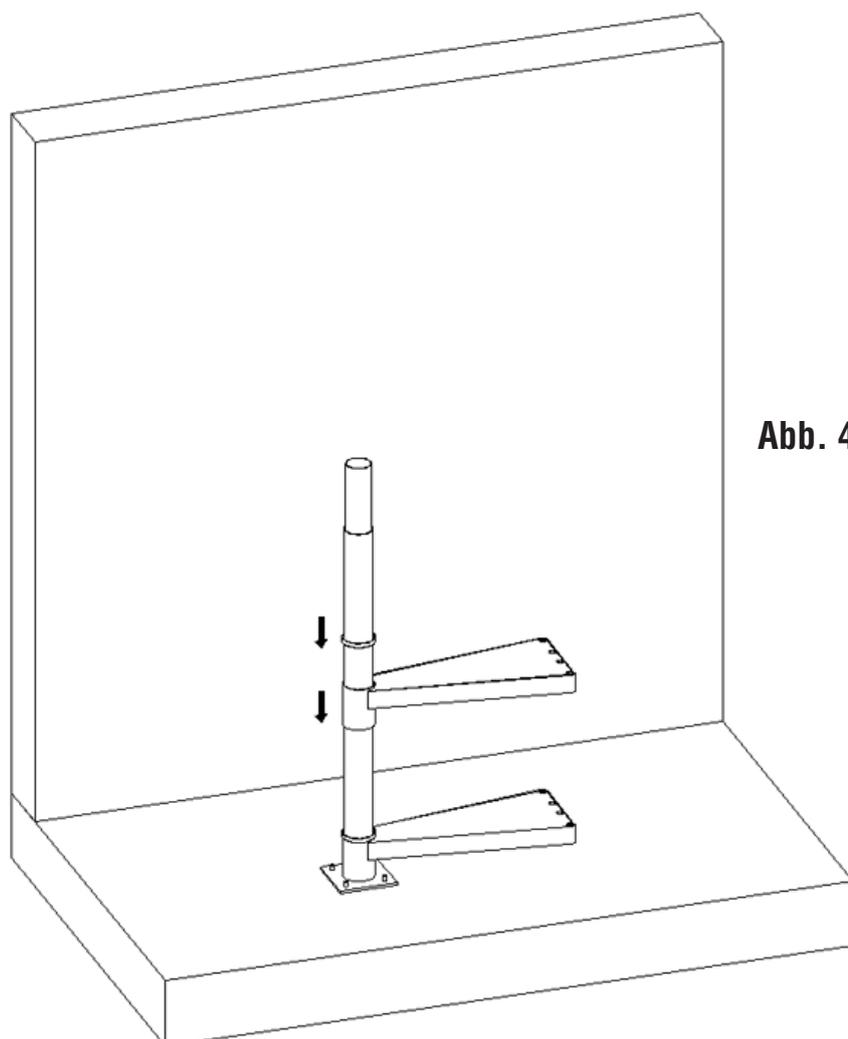

Abb. 4
10. Beträgt die Auftrittshöhe 195 mm, müssen beim Auffädeln der Treppenstufen zwischen die Treppenstufen die Blendringe wie folgt aufgesetzt werden: Treppenstufe – Blendring - Treppenstufe - Blendring – Treppenstufe – Blendring usw. (Abb. 4)